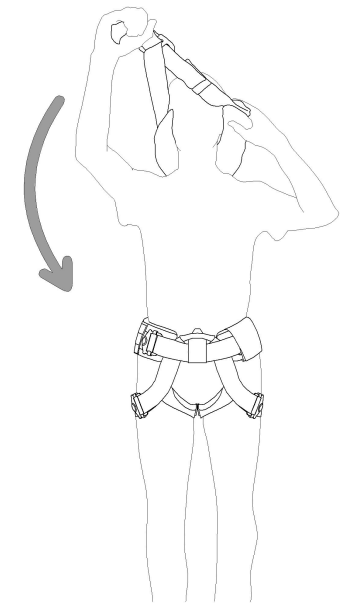

Рис. 3
- рис. 3 – одеть грудную обвязку;